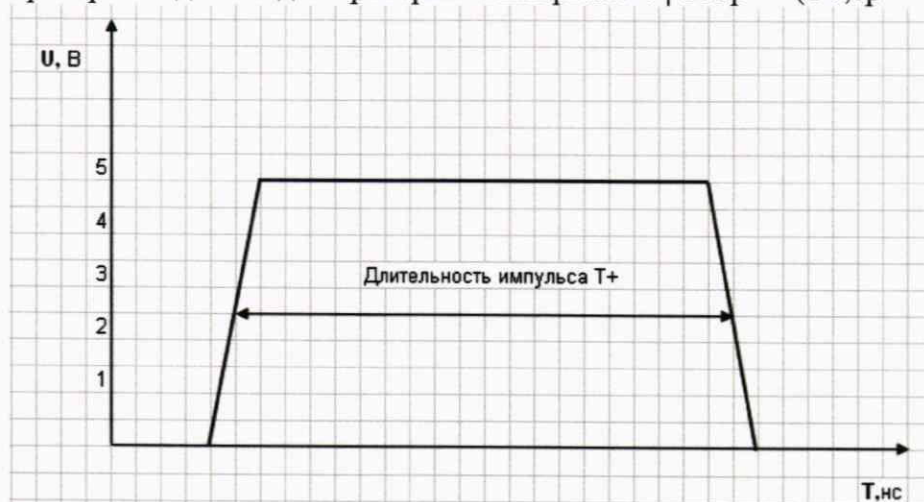

Рисунок 5.14 – Измерение длительности положительного импульса
5.15.2.3 Проверка «Интервал+» измеряет длительность положительного импульса, подающегося с кварцевого генератора, выдающего опорную частоту 100 МГц, через делитель (коэффициент деления 2048). Амплитуда импульса равна 5 В (от 0 В до +5 В), длительность импульса $T_{обр} = 20480$ нс. Сначала так же, как и при проверке «Перепад+», определяется задержка срабатывания компаратора «Конец интервала» относительно срабатывания компаратора «Начало интервала» при граничном значении +2.5 В на обоих компараторах (с усреднением по 100 измерениям) $T_{о,ср}$. Затем, компаратор «Начало интервала» программируется на срабатывание по положительному перепаду, а компаратор «Конец интервала» – на срабатывание по отрицательному перепаду. На оба компаратора подается граничное значение +2.5 В (рисунок 5.14). Таким образом, измеряется длительность импульса $T+$. Измерение повторяется 100 раз, после этого вычисляются минимальное ($T+,мин$), максимальное ($T+,макс$) и среднее значение ($T+,ср$) длительности импульса.